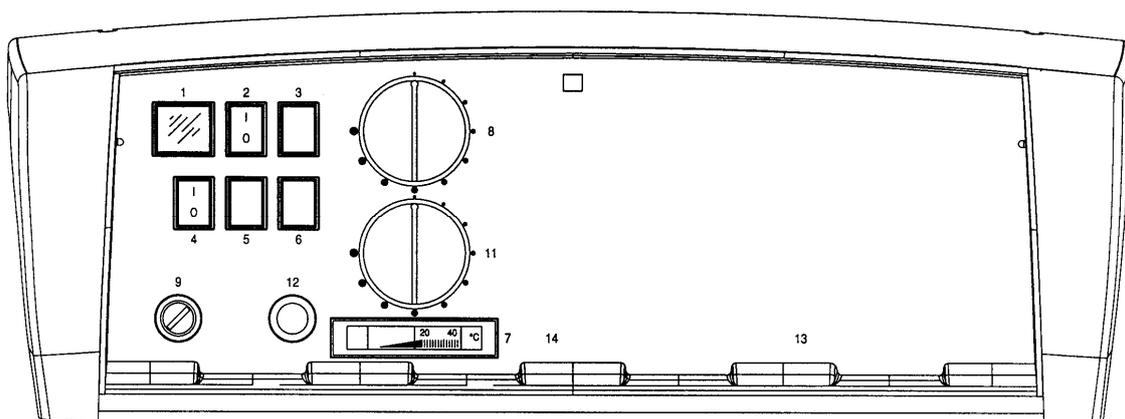

Fig. 1
4.5 PANNELLO COMANDO OPZIONALE STELT (Fig. 1)